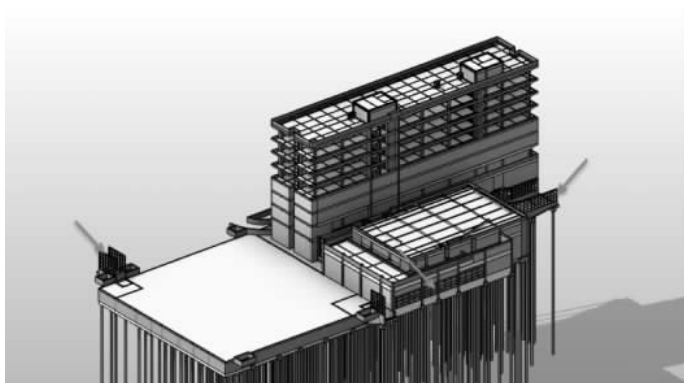

图 3-21 项目中的幕墙
(9) 按照以上方法,可以手动绘制项目中所有类型的玻璃幕墙,如图 3-21 所示。